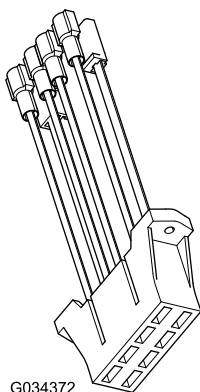

Figura 21
- Si no se encuentra disponible un circuito en el bloque de fusibles de la máquina, instale el bloque de fusibles auxiliar (Figura 21) en el bloque de fusibles de la máquina.